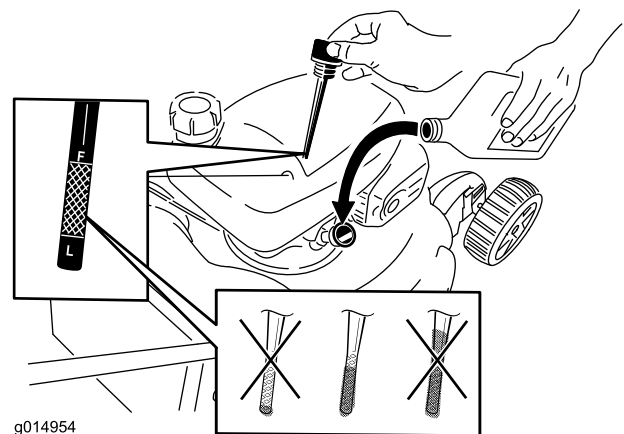

Рисунок 41
2. Извлеките масломерный щуп (Рисунок 41).
4. Медленно заливайте масло в маслозаливной патрубок до тех пор, пока уровень масла не достигнет отметки **Full (ЗАПОЛНЕНО)** на масломерном щупе (Рисунок 41). **Не допускайте переполнения картера.** (Макс. объем масла: 0,59 л, тип: автомобильное моющее масло (SAE 30), имеющее классификацию API: SF, SG, SH, SJ, SL или выше.)